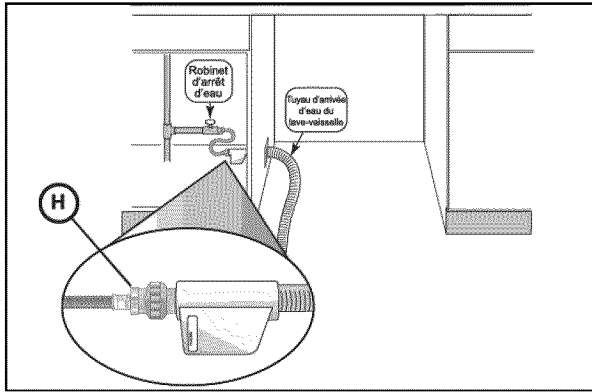

Figure 9
Installer un robinet d'arrêt (non fourni) facilement accessible sur le tuyau d'alimentation d'eau chaude, comme indiqué sur la **Figure 9**. Toutes les connexions soudées doivent avoir été faites avant de brancher la conduite d'eau sur le lave-vaisselle.
1. Brancher le raccord d'adaptateur (H) d'alimentation d'eau, qui se trouve dans le sachet contenant les pièces, sur le tuyau d'alimentation du lave-vaisselle. Ce raccord ne nécessite pas l'emploi d'un ruban d'étanchéité en Téflon.
**REMARQUE :** l'extrémité du tuyau d'alimentation du lave-vaisselle est lourde et doit être supportée. Il convient de déposer l'extrémité du tuyau sur le plancher de l'armoire comme indiqué sur la **Figure 9**.